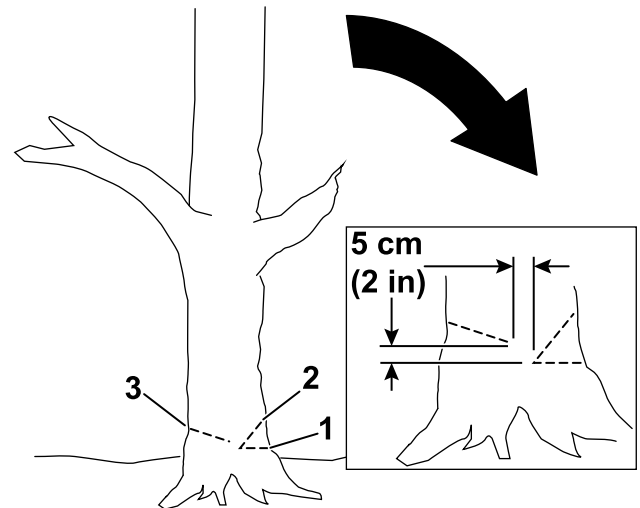

Figure 15
4. Commencez par couper le tiers du diamètre de l'arbre, du côté où vous voulez qu'il tombe \(Figure 15\).
5. Faites une deuxième coupe oblique pour former une encoche, en commençant au moins 5 cm (2 po) au-dessus de la première coupe \(Figure 15\).
6. Faites le trait d'abattage du côté opposé à l'encoche et environ 5 cm (2 po) plus haut que le bas de l'encoche, comme montré à la Figure 15.
Important: Important : Arrêtez la troisième entaille 2,5 à 5 cm (1 à 2 po) avant l'encoche pour former une charnière entre les entailles (Figure 15), ce qui empêche l'arbre de tomber dans la mauvaise direction ou de pivoter dans sa chute.
Remarque: Quand le trait d'abattage approche de la charnière (Figure 15), l'arbre devrait commencer à tomber.